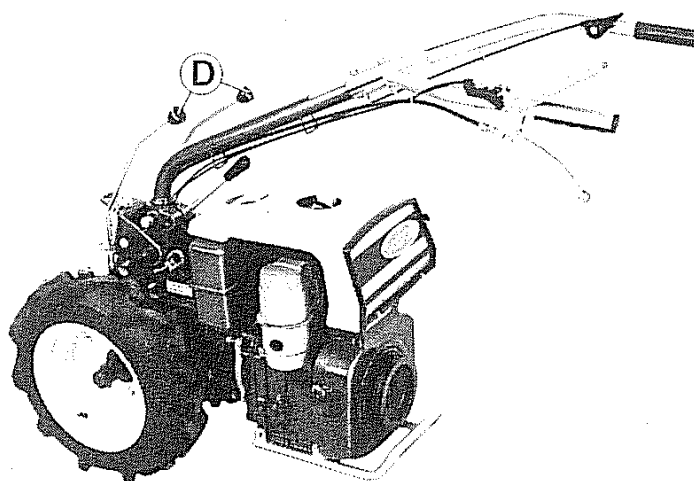

Fig. 8
Per maggiore praticità nell'uso del motocoltivatore con le stegole girate occorre ruotare le leve **D** (fig. 8) di 180°.
N.B. - Nella necessità di dover girare le stegole di 180° (come in fig. 8), ruotarle in senso orario per evitare danni ai cavi che scendono lungo il piantone.